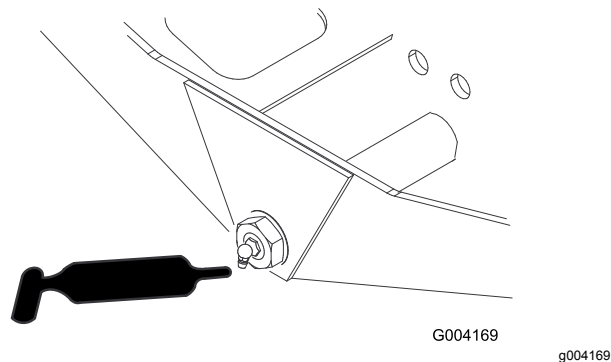

Figura 52
- Pivote de dirección (1) (**Figura 52**)